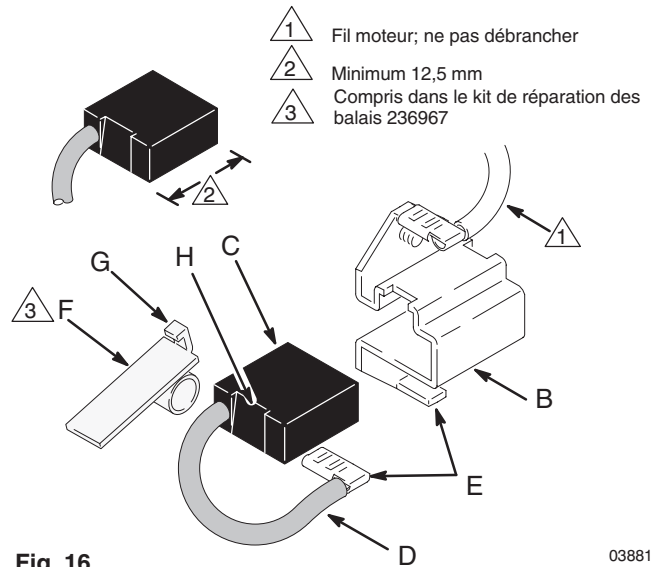

Fig. 16
2. Enfoncer le clip (F) et dégager son crochet (G) du porte-balai (B), puis le retirer. Voir Fig. 16.
3. Sortir le connecteur du balais (E) du connecteur plat. Enlever l'ancien balai (C). Voir Fig. 16.
6. Monter un nouveau balai (C) sur le porte-balai (B) avec le renforcement (H) côté ressort. Voir Fig. 16.